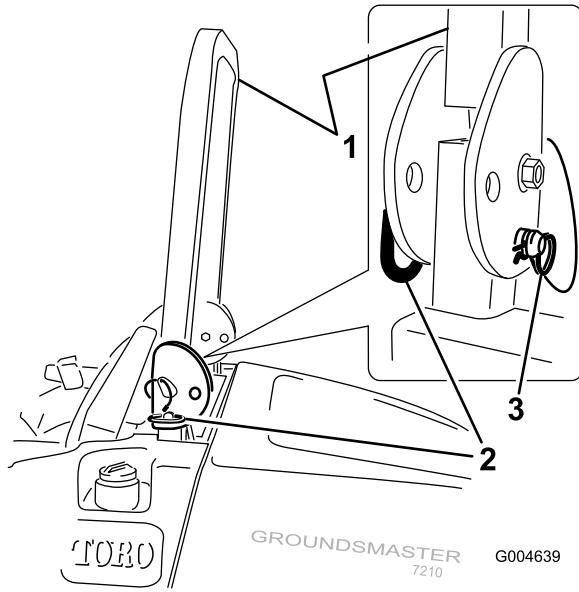

Bild 10
1. Nehmen Sie zum Absenken des Überrollbügels die Splints ab, drücken Sie den Überrollbügel nach vorne gegen die Federn und nehmen Sie die zwei Stifte ab (Bild 10).
- Setzen Sie die zwei Stifte ein und befestigen Sie diese mit den zwei Splints (Bild 10).
- Nehmen Sie zum Aufrichten des Überrollbügels die Splints ab und entfernen Sie die beiden Stifte (Bild 10).
- Richten Sie den Überrollbügel ganz auf und setzen Sie die beiden Stifte ein. Befestigen Sie die Stifte mit den Splints (Bild 10).